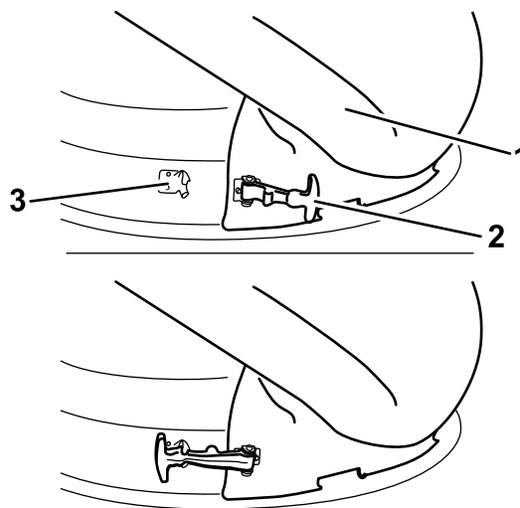

Figure 24
4. Fixez l'éjecteur au plateau de 50 pouces. Accrochez le verrou flexible de l'éjecteur à la gâche de retenue soudée sur le plateau de coupe, à l'arrière de l'ouverture (Figure 24).